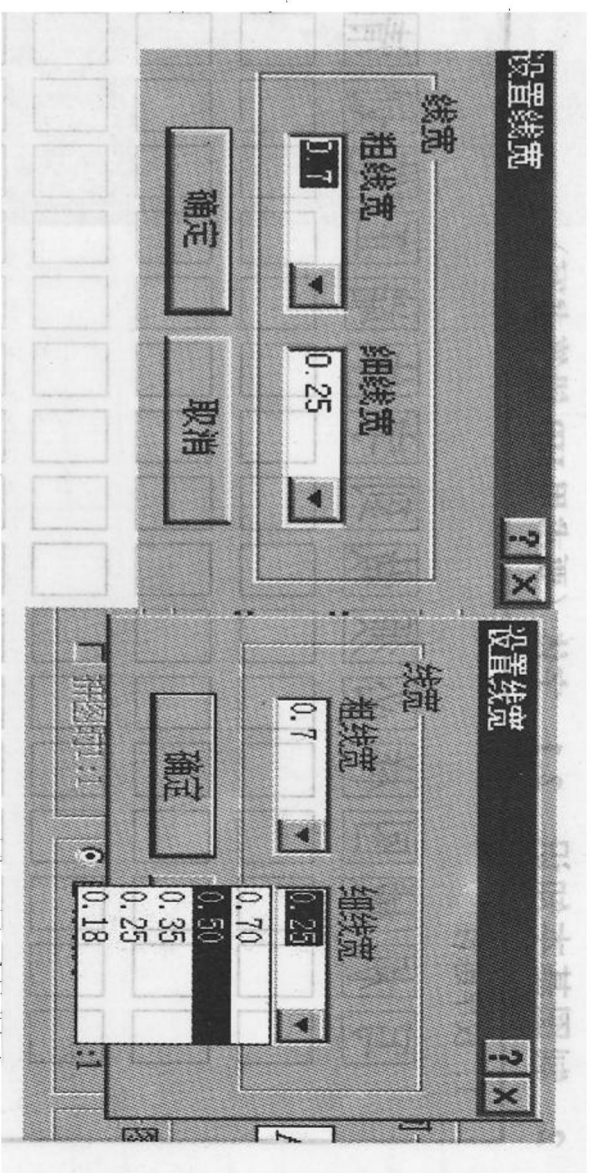

图 1-12b 设置线宽对话框
- 6) 设置线宽:单击此按钮后系统弹出“设置线宽”对话框,如图1-12b所示。